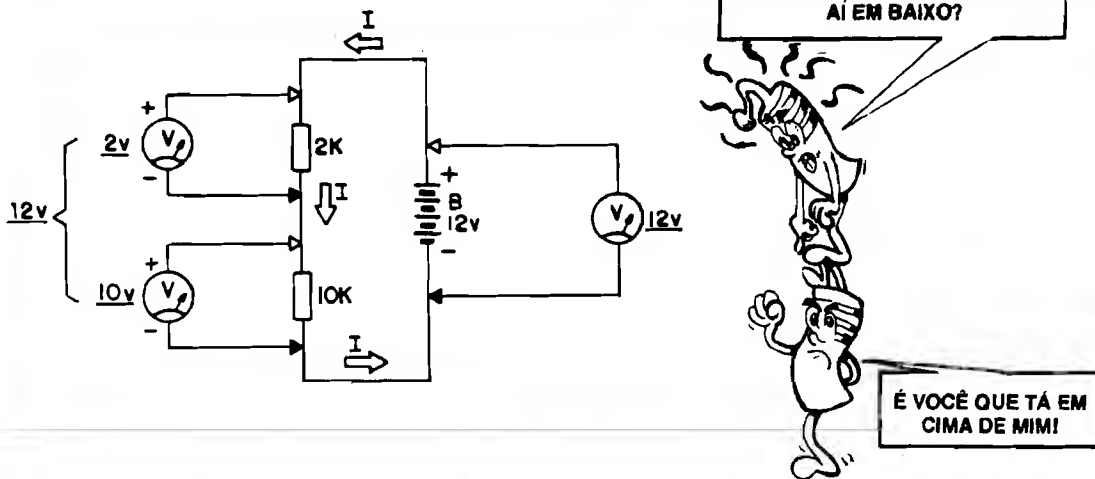

Fig.10
- FIG. 10 - “DEGRAUS” DESIGUAIS... - E se os “degraus” em que se “divide” a Tensão **não forem** iguais entre si...? Tudo segue rigorosamente as **mesmas** regras lógicas já vistas! Observem o diagrama/exemplo da fig. 10, onde o “degrau” de cima é representado por um resistor de 2K, o “de baixo” por um de 10K, e o conjunto é energizado por uma fonte B de 12V... Um VOLTÍMETRO aplicado entre os terminais da fonte B (o que equivale a aplicá-lo entre a “base” e o “topo” da “escada de dois degraus”...) indicará os 12V totais da fonte... Já, entre os terminais do resistor de 2K teremos apenas 2V e entre os terminais do resistor de 10K o VOLTÍMETRO “lerá” 10V... Dá pra entender...? Simplesmente, o “degrau de baixo” é bem mais “alto” do que o “de cima” (5 vezes mais “alto”...). É como uma escada de 1,20 m, tendo apenas dois degraus, sendo que o inferior mede 1 metro, e o superior 20 cm.! Quem quiser “comprovar” matematicamente as Tensões medidas deverá recorrer às “velhas” fór-